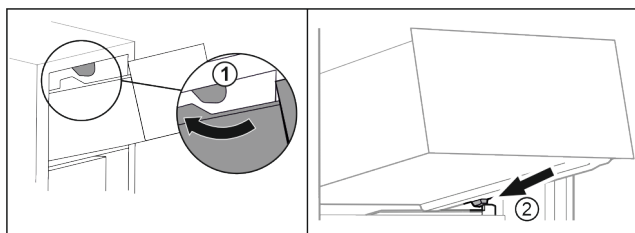

Fig. 88
- ▶ Прокарайте чекмеджето около горните ограничители. Fig. 88 (1)
- ▶ Поставете чекмеджето под ъгъл зад долните ограничители върху реброто на съда. Fig. 88 (2)